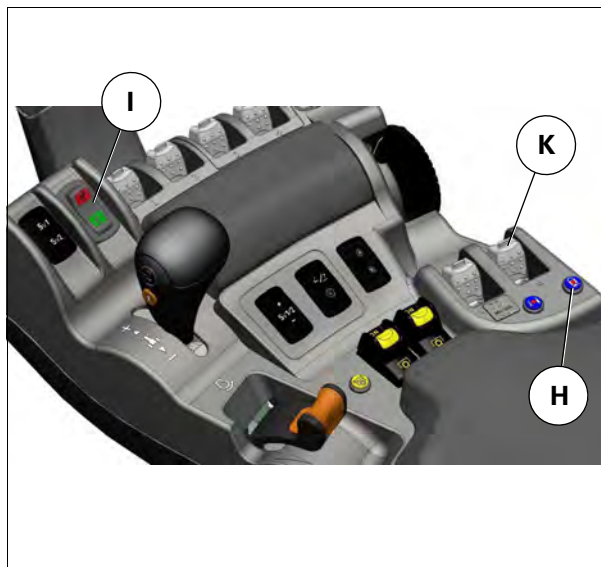

Рис. 9.
**ПРИМЕЧАНИЕ:** Для использования наружных органов управления необходимо включить сцепное устройство при помощи переключателя (H) .рис. 9